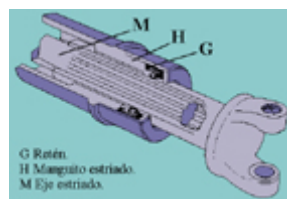

Fig. 47
- **Árbol de transmisión con junta deslizante telescópica (fig. 47)**
Para absorber los posibles desplazamientos longitudinales, como se vio en la fig. 47, la unión del eje a la junta cardán se hace en forma deslizante, por medio de un estriado (**M**) y (**H**) dentro del cual puede desplazarse ligeramente.